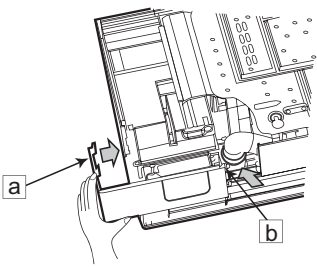

图28
(1) 风室盖板拆去顺序
用手将面框右下角风室下盖板 ①、② 处的钩子沿箭号方向拉，将风室下盖板取出。（如图28）